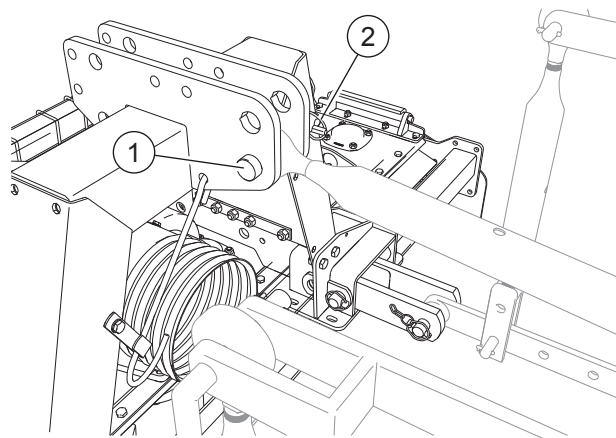

FIG. 25
- Dirigir el tirante del elevador hacia el enganche tripuntal ("Fig. 25"). Regular el tirante de modo que la máquina quede ubicada en el terreno. Insertar el perno de enganche (1). Fijar el perno con el pasador a broche (2) en dotación.